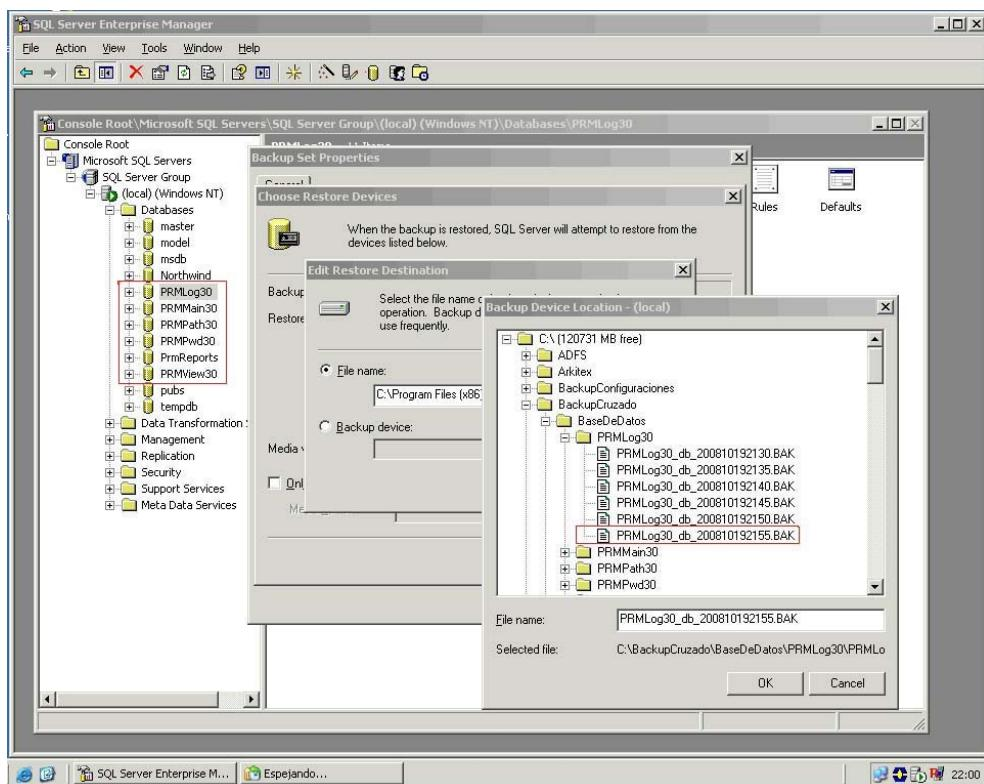

Ilustración 4 - Restauración de base de datos
- g. Restaurar las 6 bases de datos del programa Arkitex con la última versión desde C:\BackupCruzado\Base de datos (ver Ilustración 4 - Restauración de base de datos) en Arkitex2.